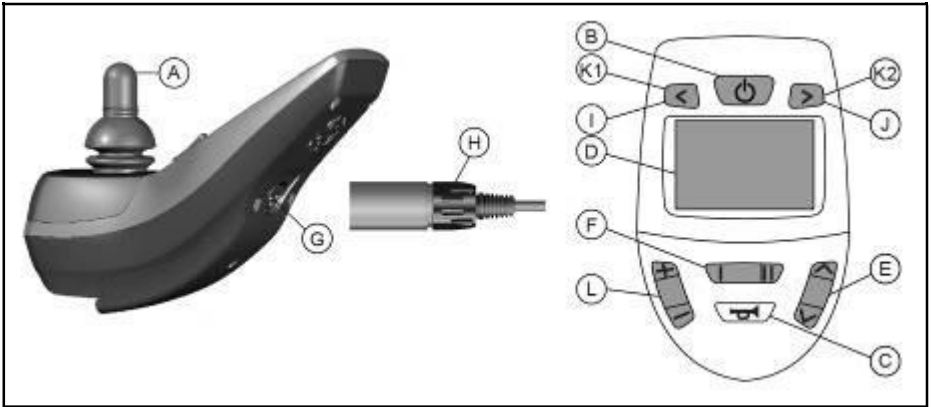
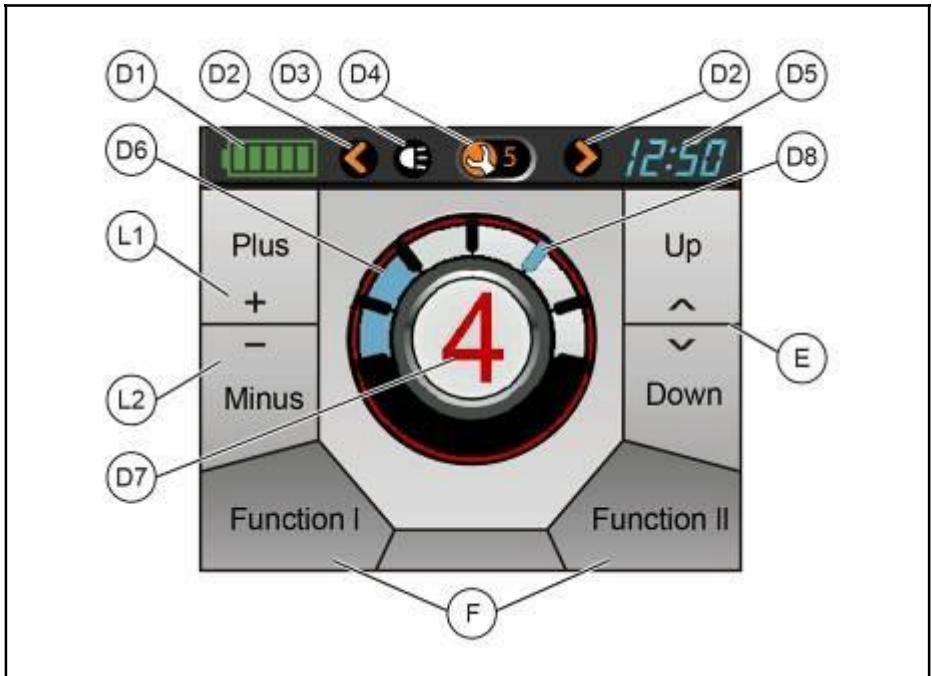

Abbildung 1.2
Abbildung 1.3 Bildschirm
Um mit dem Rollstuhl fahren oder die elektrischen Einstellungen vornehmen zu können, muss der Steuerkasten eingeschaltet werden. Drücken Sie hierzu auf den Ein-/Aus-Schalter (B in Abb. 1.2).
Die Höchstgeschwindigkeit kann mit dem Geschwindigkeitsregler des Steuerkastens eingestellt werden (L in Abb. 1.2). Auf dem Bildschirm zeigt ein Geschwindigkeitsbalken grafisch die Höchstgeschwindigkeit an (D8 in Abb. 1.3). Während der Fahrt kann die Geschwindigkeit mit dem Joystick eingestellt werden. Wenn der Joystick nur ein klein wenig bewegt wird, ist auch die Geschwindigkeit geringer.
Mit diesem Steuerkasten können Sie mehrere Fahrprofile nutzen. So kann ein Fahrprofil für den Einsatz im Innenbereich den Stuhl ‚ruhig‘ reagieren lassen. Für draußen ist es möglich, den Stuhl ‚temperamentvoller‘ einzustellen. Die Profile werden mit einer Nummer angezeigt. Die Nummer des aktuellen Profils wird auf dem Bildschirm angezeigt (D7 in Abb. 1.3). Mit der DX2 REM550 kann die Höchstgeschwindigkeit in jedem Profil eingestellt werden.
Zur Änderung des Profils muss auf die Profiltaste gedrückt werden (L in Abb. 1.2). Drücken Sie auf „Plus“ oder „Minus“, bis Sie das gewünschte Profil ausgewählt haben.
2. Aktivieren Sie den Modus ‚Einstellungen‘, indem Sie auf die Einstellungstaste drücken (E in Abb. 1.2). Der Steuerkasten befindet sich nun im ‚Einstellungsmodus‘. Sie können jetzt nicht mehr fahren.
3. Bewegen Sie den Joystick nach links oder rechts, um die gewünschte Einstellung auszuwählen, oder verwenden Sie hierzu die Funktionstaste (F in Abb. 1.2). Auf dem Bildschirm wird die gewählte Einstellung angezeigt.
5. Um wieder fahren zu können: Drücken Sie auf die „Profil“-Taste, um in den Fahrmodus zurückzukehren (L in Abb. 1.2).
- Beleuchtung (I in Abb. 1.2)
- Warnleuchten (J in Abb. 1.2)
- Blinker (K1 + K2 in Abb. 1.2)